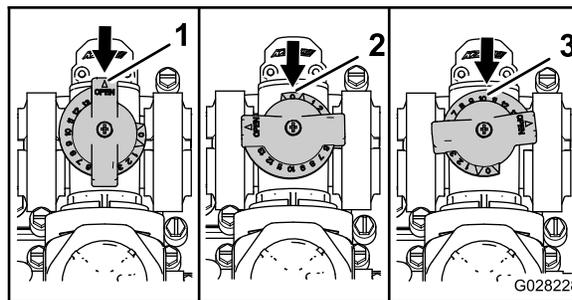

Рисунок 48
- Перепускной клапан перемешивания находится в полностью открытом положении, как показано на виде А на Рисунок 48.
- Перепускной клапан перемешивания находится в закрытом (0) положении, как показано на виде В на Рисунок 48.
- Перепускной клапан перемешивания находится в промежуточном положении (отрегулированном в соответствии с показаниями манометра системы опрыскивания), как показано на виде С на Рисунок 48.